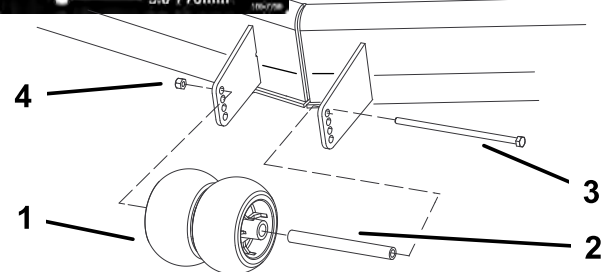

Figura 20
3. Después de ajustar la altura de corte, ajuste los rodillos retirando la tuerca con arandela prensada, el casquillo, el espaciador y el perno (Figura 19, Figura 20, y Figura 46).
Nota: Los dos rodillos centrales no tendrán espaciador (Figura 20).
5. Instale la tuerca con arandela prensada, el casquillo, el espaciador y el perno. Apriete a 54–61 Nm (40–45 pies-libra) (Figura 19, Figura 20 y Figura 46).